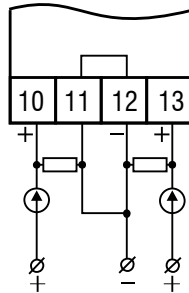

Abb. 5.2 4-20 mA Sensorverdrahtung
- Verdrahten Sie die Eingänge gemäß der Abb. 5.2...5.3
Schließen Sie ein Strom- oder Spannungssignal gemäß Abb. 5.2, 5.3. Eine Hilfsspannungsquelle wird benötigt.